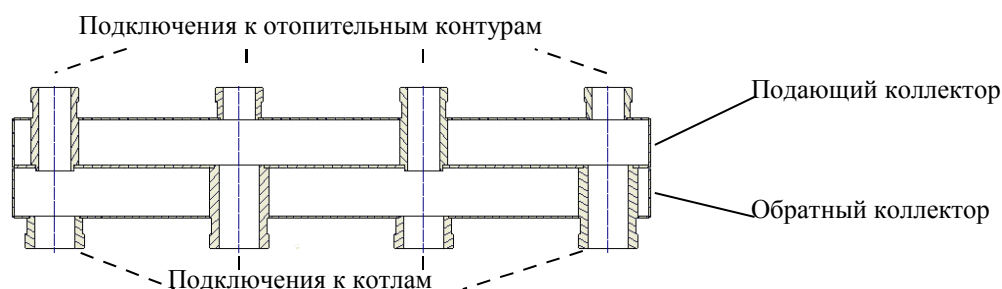

Рис. 1. 2-х контурный коллектор Ду40
**Коллекторы Ду40** (Рис.1) имеют резьбовые подключения к котлам и резьбовые подключения к отопительным контурам.